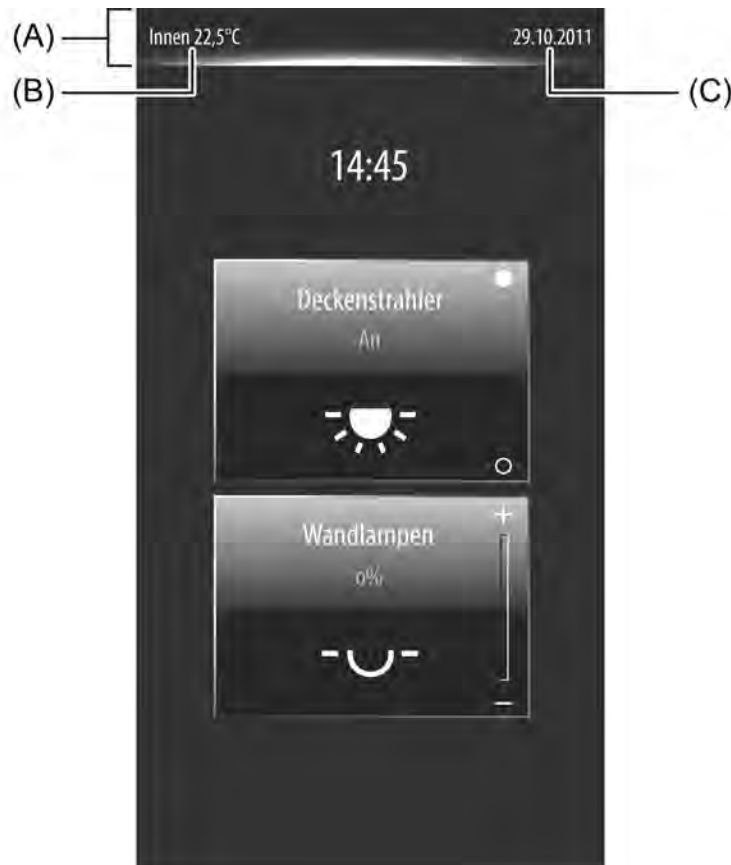

Bild 50: Beispiel einer Statuszeile mit Innentemperatur- und Datumsanzeige
In jeder Anzeige wird am oberen Bildschirmrand eine Statuszeile angezeigt (Bild 50). Diese Statuszeile (A) hebt sich durch einen grafischen Horizont optisch vom Rest der Displayanzeige ab. Die Statuszeile kann verschiedene Anzeigeelemente und Bedienelemente enthalten.